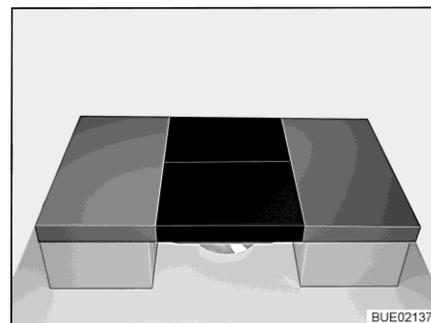

Bild 168 Nach dem Umbau
- Zwei Zusatzpolster auf den Tisch legen (siehe Bild 168).